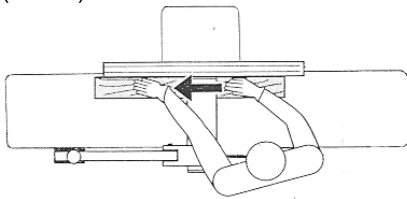

Рис. 8
**Правильное рабочее положение:** Встаньте сбоку от стола подачи (Рис. 8).